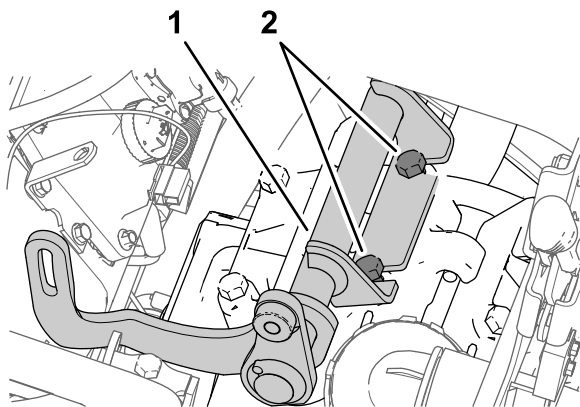

Bild 179
2. Fluchten Sie die Lichtmaschinenhalterung zwischen den gelösten Schrauben und dem Pumpenkopf (Bild 179) aus, wie in Schritt 1 abgebildet.